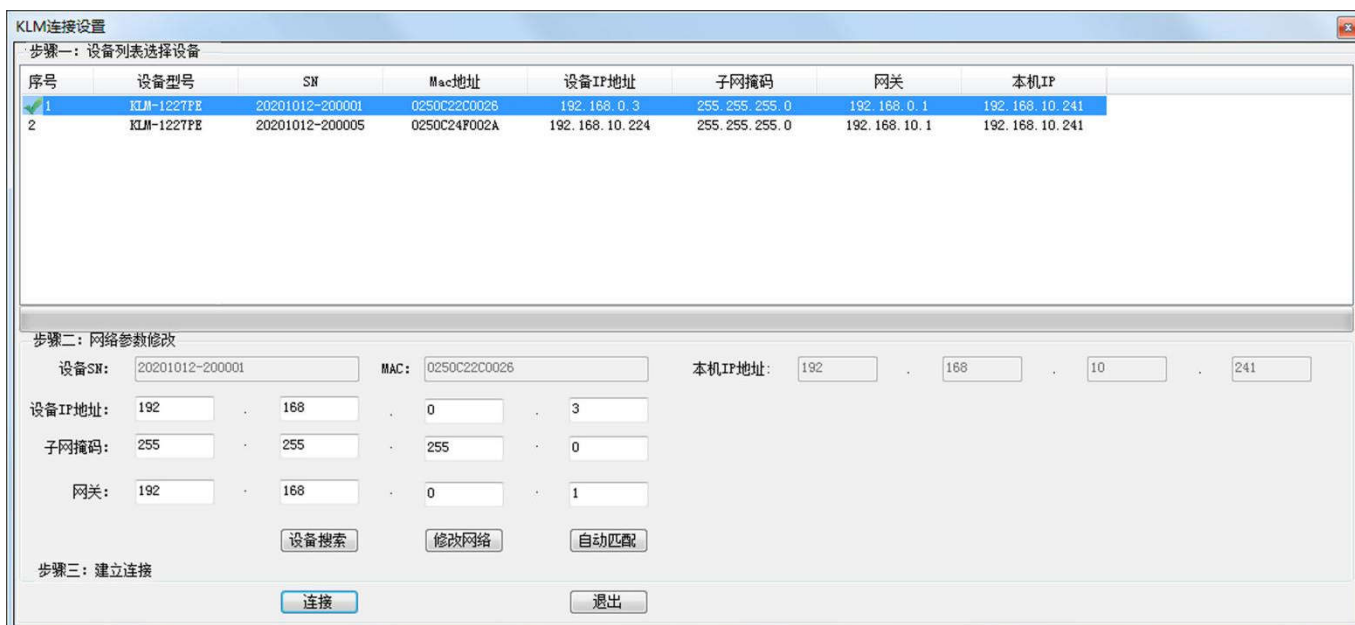

图 3.1.17 KLM 连接设置 2
(3) 在设备列表中选择与连接设备相同 SN 号的设备，网络修改中会显示设备和本机 IP 地址，如图 3.1.17。
(4) 比较设备 IP 地址和本机 IP 地址的前三位网段，只有前三位网段地址数值相同，第四位地址数值不同时，才能建立设备与电脑的连接。图 3.1.17 所示的 IP 地址无法完成连接，应先修改设备 IP 地址。
(5) 在设备 IP 地址的第三个编辑栏将原数字 0 改为与本机 IP 地址相同的网段 10，再点击【修改网络】，软件会将雷达 IP 设置为更改后的地址，并提示 IP 修改成功。